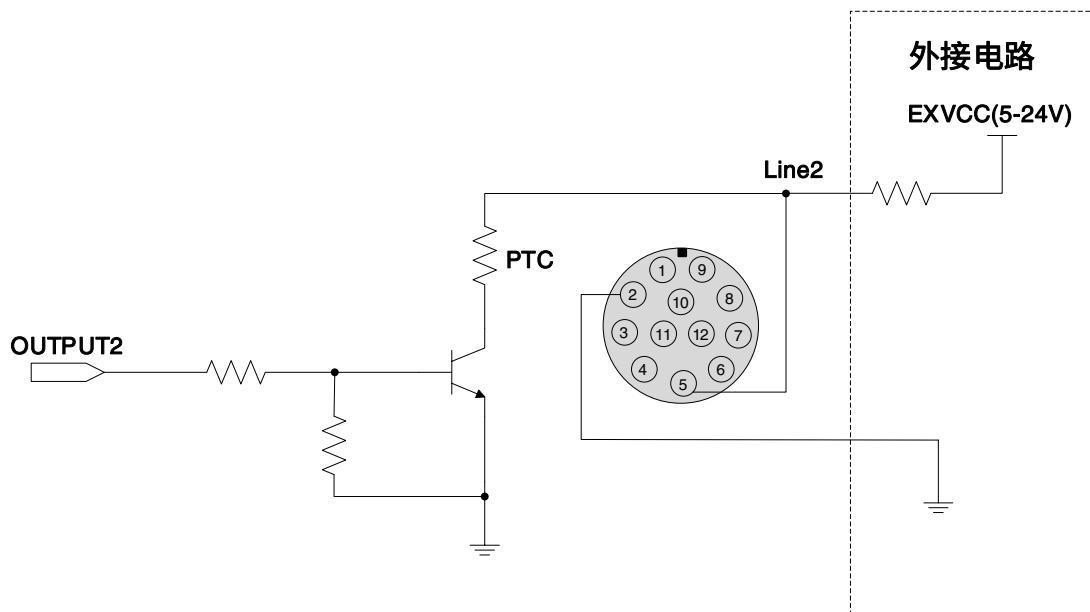

图 7-13 Line2 配置为输出引脚时相机内部等效电路
- Line2/3 配置为输出引脚时,相机内部等效电路图 7-13,以 Line2 为例。